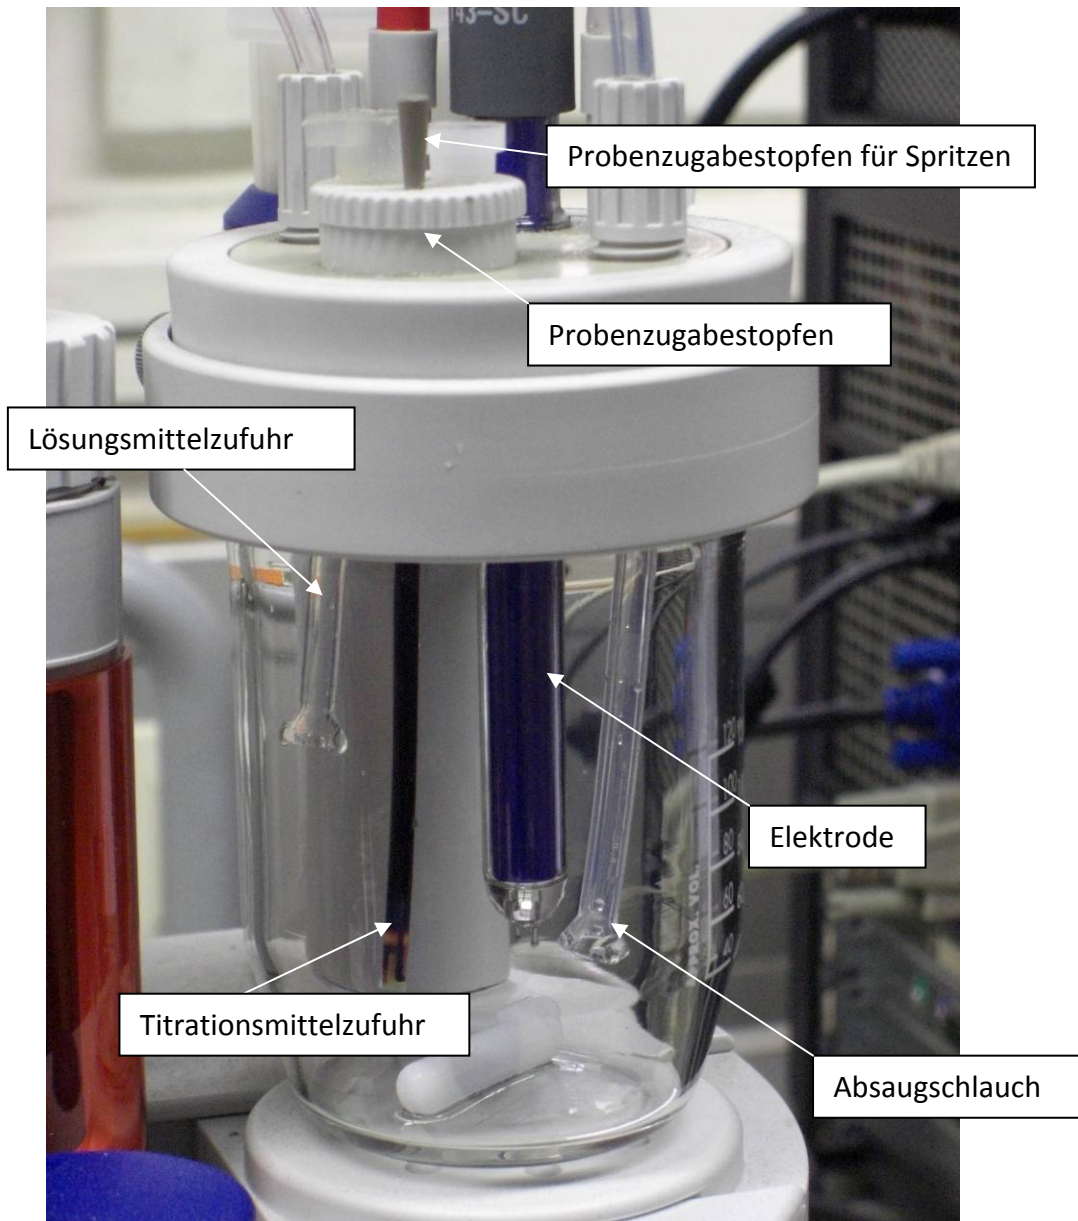

Abb. 5 Aufbau der Messzelle
- Zugabe der flüssigen Probe erfolgt über die Öffnung des Probenzugabestopfens (siehe Abb. 5) für Spritzen